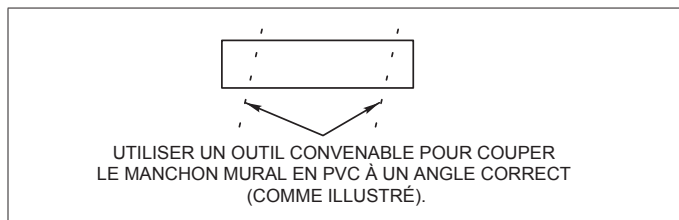

Figure 14. Perçage du trou pour le manchon mural
- Quand les vents dominants sont du côté évacuation, positionner la chicane anti-vent à un minimum de 79 pouces (2007 mm) de l'avant de l'unité comme illustré à la Figure 14. Barrière anti-vent.